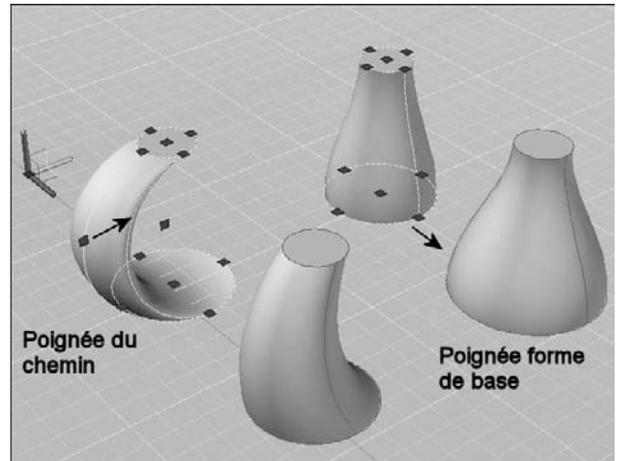

Fig.20.5
- ▶ **Solides et surfaces de lissage** : selon la façon dont le solide ou la surface de lissage a été créé, l'objet affiche des poignées sur les lignes ou les courbes de définition à savoir les coupes et la trajectoire. Vous pouvez cliquer et faire glisser les poignées sur les lignes ou les courbes de définition pour modifier le solide ou la surface (fig.20.5). Si le solide ou la surface de lissage contient une trajectoire, vous pouvez uniquement modifier la partie de la trajectoire qui se trouve entre la première et la dernière coupe.